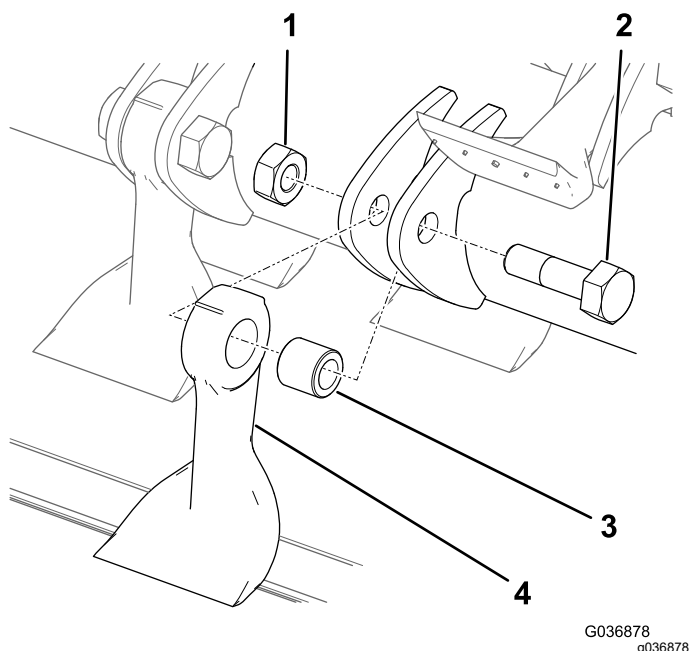

Figure 77
8. Tenez la lame avec un chiffon ou un gant épais et retirez l'écrou, le boulon, la bague et la lame (Figure 77).
10. Fixez une lame et une bague neuves avec un écrou et un boulon neufs (Figure 77).